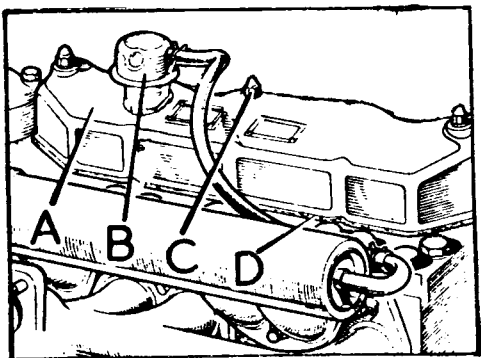

Fig. A1-52 Desmontaje de la tapa de balancines
- 2.1. Desmontar la tapa de balancines y su junta (Fig. A1-52).
- 1.2. Desmontar la tapa de balancines (Fig. A1-52).
- 1.6. Montar la tapa de balancines (Fig. A1-52). El purificador de aire (Tarea A1-1)
- 1.2. Quitar la tapa de balancines (Fig. A1-52).
- 2.6. Montar la tapa de balancines (Fig. A1-52). Instalar el purificador de aire (Tarea A1-1) y montar el capó (Tarea Q-1).